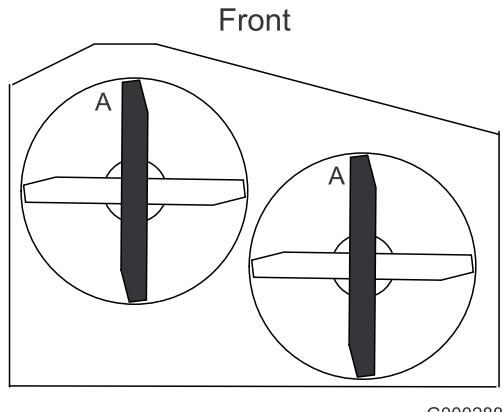

Figura 56
3. Gire las cuchillas hasta que los extremos estén orientados hacia adelante y hacia atrás. Mida desde una superficie nivelada hasta el filo de corte, posición A, de las cuchillas (Figura 55). Anote esta dimensión. Para las plataformas de cortacésped de 36 pulgadas, consulte la Figura 56.